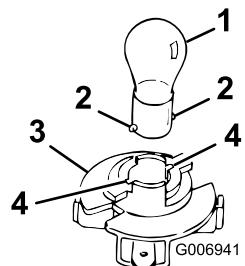

Figura 41
3. Gire el portalámparas 1/4 de giro en el sentido de las agujas del reloj y retírelo del reflector (Figura 41).
4. Empuje y gire la lámpara en el sentido contrario a las agujas del reloj hasta que haga tope (aprox. 1/4 de giro) y retírela del portalámparas (Figura 41).
2. Introduzca la base en el portalámparas (Figura 41).